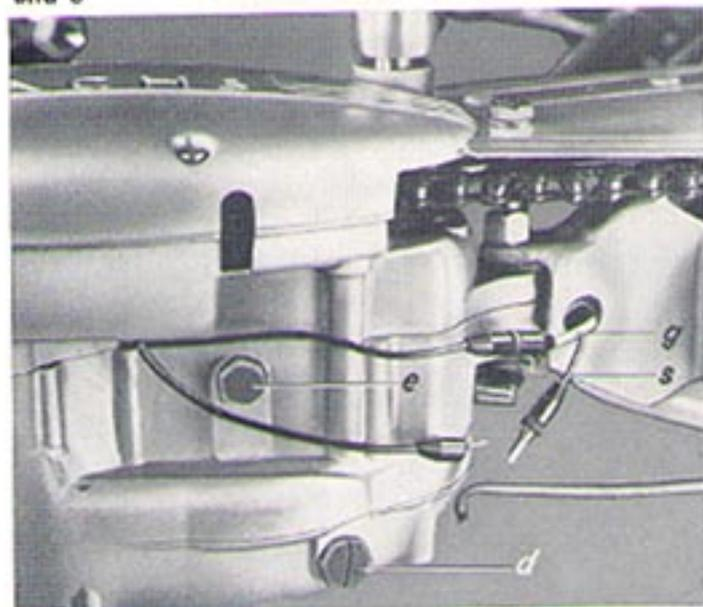

Bild 9
(Bild 9)
- 2.9 Getriebeöl ablassen. Ölkontrollschraube (d, Bild 9) mit Schraubenzieher oder Schraubenschlüssel SW 14 herausschrauben. Ölablaßschraube (e, Bild 9) mit Steckschlüssel SW 14 entfernen. (Schneller entfernt man das Getriebeöl, wenn man am Gehäusedeckel Kupplungsseite den Verschlußdeckel »S« abnimmt, den Motor auf die rechte Seite legt und so das Öl auslaufen läßt.)